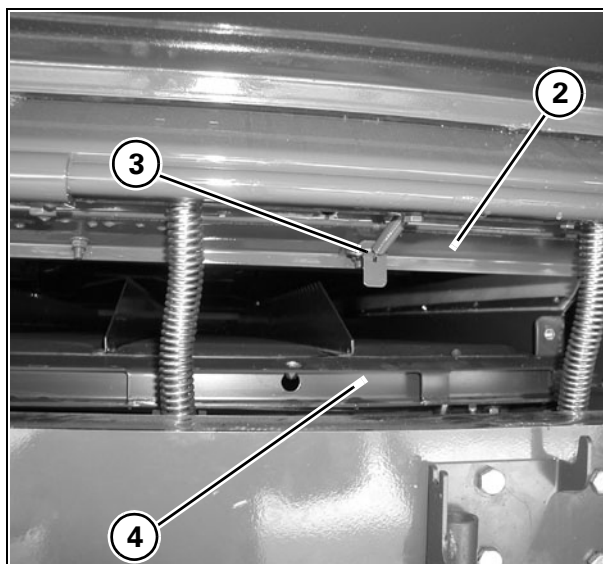

Рис. 67
- 2.) Отсоедините фартук (2 Рис. 67) от пружин (3).
- 4.) Отверните винт (1) с обеих сторон.
- 7.) Установите обе опоры (2).
- 8.) Поверните рычаг (3) вверх, чтобы ослабить пружины (4).
- 9.) Снимите все пружины (4) и штифты.
- 10.) Снимите узел камнеуловителя (5) и сместите его на опоры (2).